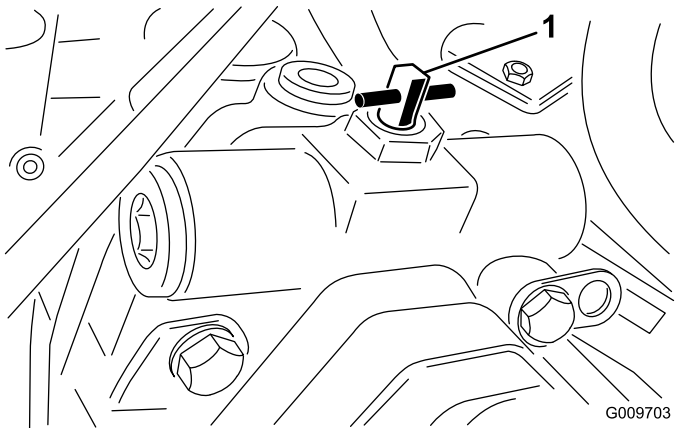

図 102
6. エンジンを始動する前に牽引用バイパスバルブを 90° 1/4 回転回して閉じる 図 102。